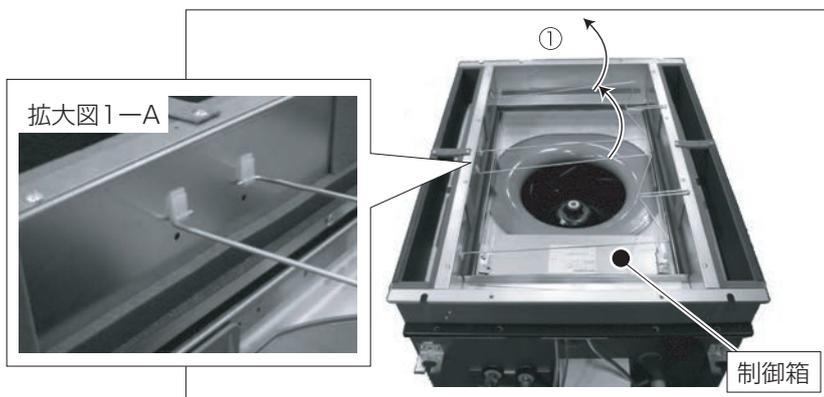

図1
- (1) 多機能ケースメントもしくはスペーサーが本体にしっかりと取付けられているか確認してください。
次にフィルター押え金具が多機能ケースメントもしくはスペーサーに正しい位置に取付けられているか確認してください。①フィルター押え金具の先端部を上に向けてください。(図1、拡大図1-A)